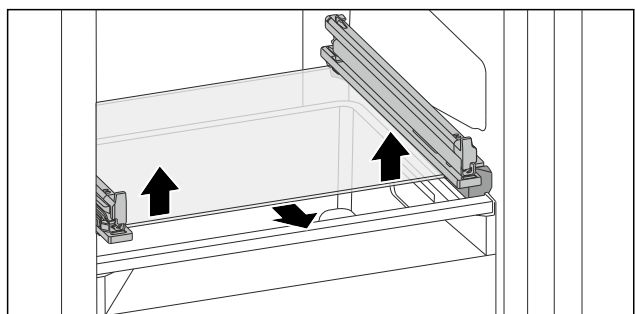

Fig. 70 Glasplatte des abklippbaren Schubfachs
- Glasplatte von unten beidseitig nach oben drücken. (siehe Fig. 70)